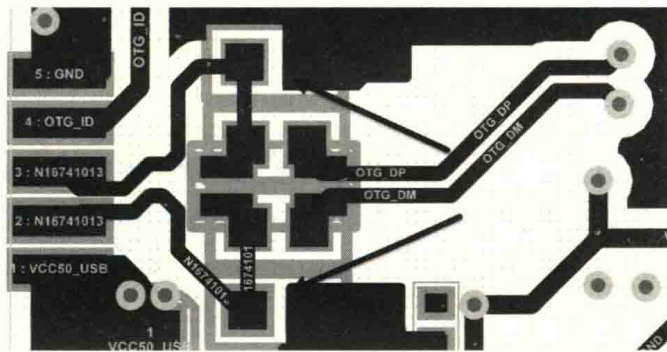

图 14-33 USB OTG ESD 元件的处理
- (1) USB 差分走线越短越好, 综合布局及结构进行调整。
- (2) DP / DM 90 欧姆差分走线, 严格遵循差分走线规则, 对内误差满足 5mil。
(3) 为抑制电磁辐射, USB 建议在内层走线, 并保证走线参考面是一个连续完整的参考面, 不被分割, 否则会造成差分线阻抗的不连续, 并增加外部噪声对差分线的影响。空间充足的情况下进行包地处理。同时, 尽量减少换层过孔, 因为过孔会造成线路阻抗的不连续, 实在需要的时候建议在打孔换层处放置地过孔。
(4) ESD 保护元件、共模电感和大电容在布局时应尽可能靠近 USB 接口摆放, 走线先经过 ESD 元件及共模电感之后再进入接口, 如图 14-33 所示。